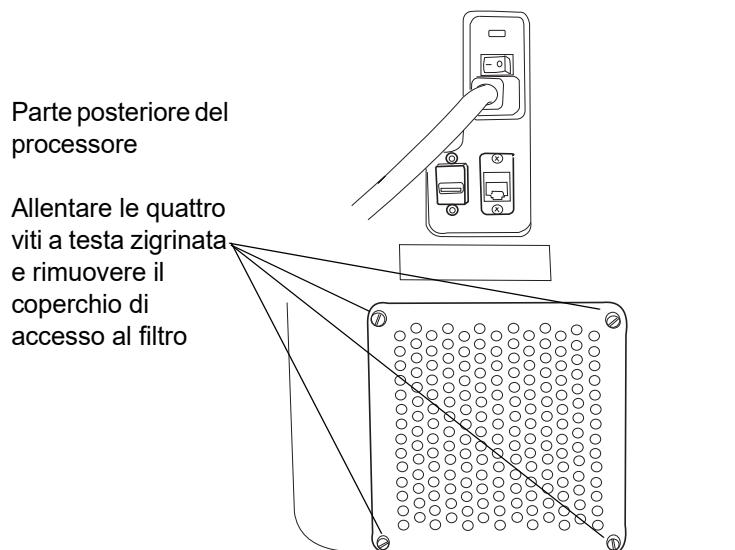

Figura 4-9 Rimuovere il coperchio di accesso al filtro
1. Svitare le viti a testa zigrinata che tengono in posizione il coperchio di accesso. Metterlo da una parte. (Fare riferimento alla Figura 4-9.)